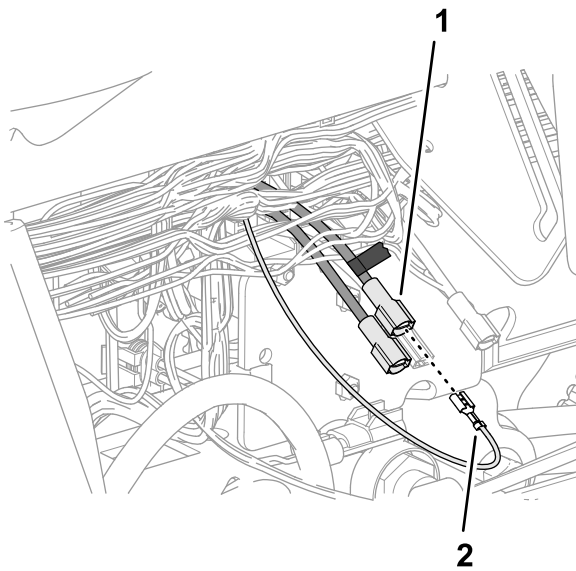

Bild 190
5. Stecken Sie den Flachstecker, den Sie in Schritt 4 markiert haben, in den Buchsen-Stecker am Ende des rosa Kabels (51 mm) des Kitkabelbaums (Bild 190).